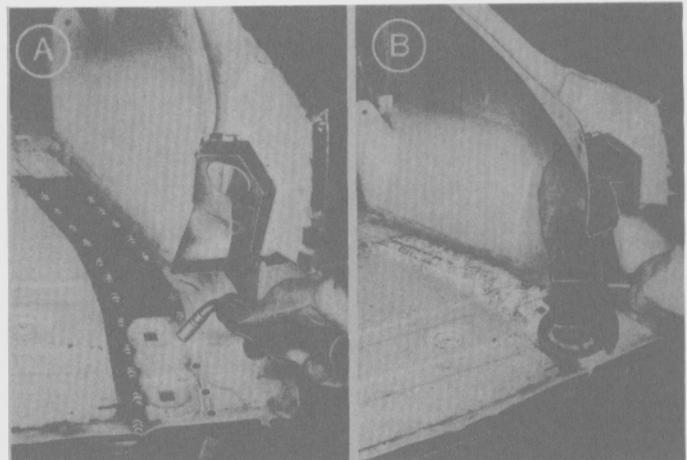

Fig. 318
- Aplicar pintura para bajos a la zona afectada (Ver Sección 6 A de este capítulo) (Fig. 318).